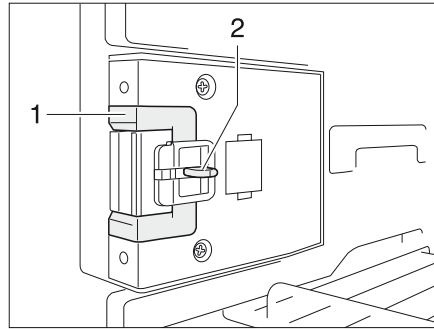
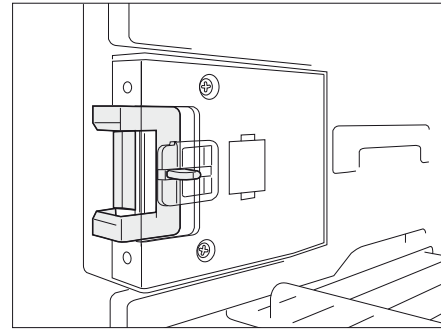

Bild 340 Låsanordning i normalläge
Bild 341 Låsanordning i ventilationsläge
- Tryck in frigöringen (Bild 340,2).
- Skjut låsanordningen (Bild 340,1) framåt (Bild 341).